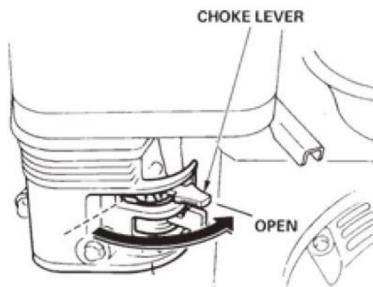

FIG.8
- 9.4 Coloque la palanca del estrangulador (FIG. 8) en la posición "ABIERTO" si inicia un calentamiento motor o la temperatura es cálida.